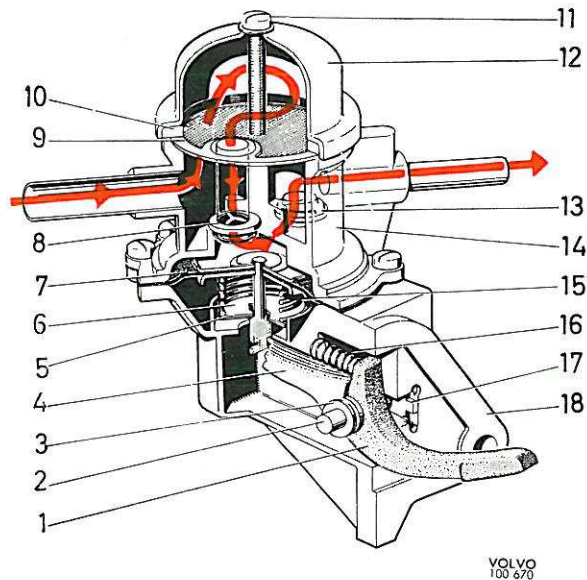

Figure 81. Pompe à essence
La pompe à essence, du type à membrane, est commandée par un excentrique de l'arbre à cames. Lorsque le levier culbuteur (1, figure 81) est repoussé vers le haut par l'excentrique, la membrane est retirée en bas et l'essence est aspirée dans la pompe. A la descente du levier culbuteur, la membrane est repoussée en haut par le ressort (15) et l'essence est refoulée dans la cuve du carburateur. Lorsque le niveau d'essence dans cette cuve est suffisamment élevé, le pointeau se ferme et la pression dans le conduit de refoulement, s'élevant à la valeur de la pression au-dessus de la membrane, dépasse celle du ressort et le pompage s'interrompt. La voie suivie par l'essence est indiquée sur la figure 81 par des flèches rouges.